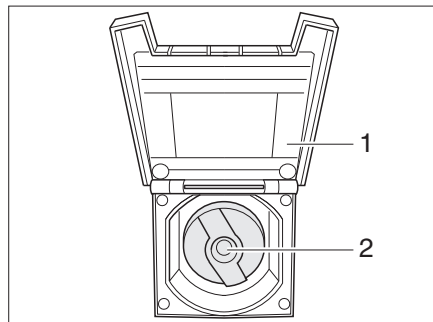

Fig. 144 Tapa de cierre para el tubo de llenado de agua potable
- Abrir la tapa (Fig. 144,1) para el tubo de llenado de agua potable.
- Introducir la llave en el cilindro de cierre (Fig. 144,2) y girarla un cuarto de vuelta en sentido contrario a las agujas del reloj.
- Abrir el tubo de llenado de agua potable (Fig. 144).